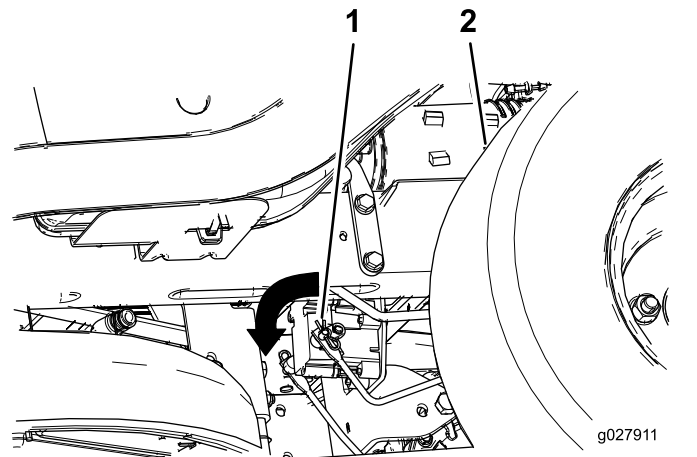

Bild 50
3. Finden Sie die Welle an der elektrischen Bremse, an der die Bremsgestängearme angeschlossen sind (**Bild 50**).